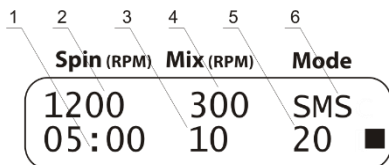

Рисунок 3. СМС-алгоритм
- 5.8.1. Выберите режим смс-алгоритма (индикация **S.M.S.** параметра **Mode**, рис. 3/6).
- 5.8.2. Установите необходимую скорость центрифугирования: от 300 до 1500 об/мин (шаг 100 об/мин, рис. 3/2).
- 5.8.3. Установите время центрифугирования от 1 с до 30 мин. (шаг 1 с, после 1 мин. - 1 мин., рис. 3/1).
- 5.8.4. Установите скорость вортиксирования от 300 до 1200 об/мин (шаг 100 об/мин, рис. 3/4).
- 5.8.5. Установите время вортиксирования от 1 до 60 с (шаг 1 с, рис. 3/3).
- 5.8.6. Установите число повторений установленного смс-алгоритма, от 1 до 999 (рис. 3/5).
- Чтобы открыть включенный прибор, нажмите кнопку **Open** (рис. 3/1) и поднимите наружную крышку рукой;